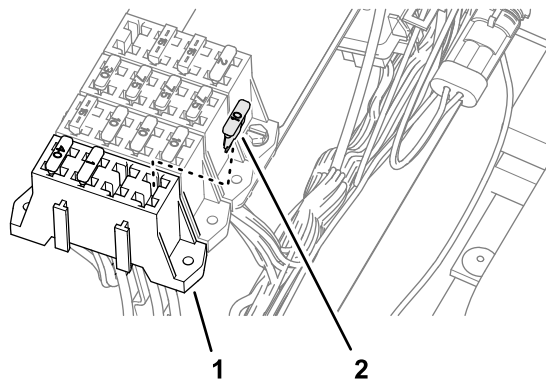

Figura 83
2. Introduzca el fusible (10 A) en el zócalo del bloque de fusibles (Figura 83) del circuito de